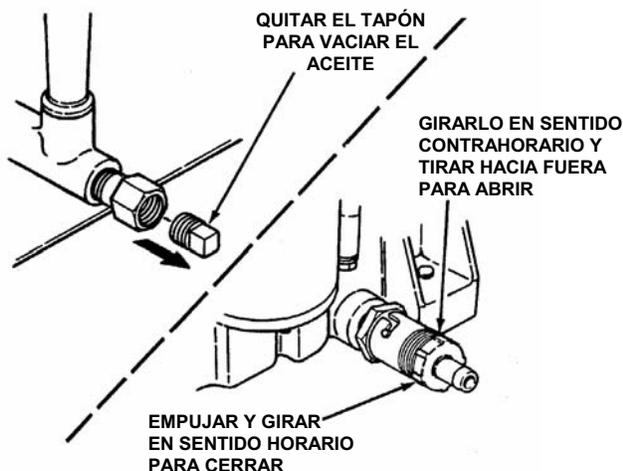

FIGURE 3.1
4. Placez un récipient d'une capacité d'au moins deux litres sous le bouchon de vidange. Retirez le bouchon de vidange. Les bouchons de vidange utilisés sur les SNAPPER autoportés à moteur arrière sont représentés en figure 3.1.
5. Une fois que toute l'huile s'est écoulée, revissez le bouchon de vidange et essuyez l'huile qui aurait pu couler sur le carter. Voir la figure 3.1. Jetez l'huile usagée dans un endroit prévu à cet effet.